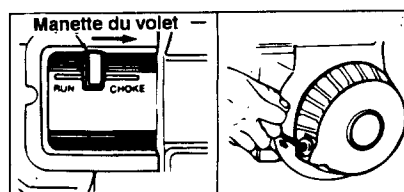

FIGURE 13A-MODÈLE 430
2. Placez la commande de l'obturateur à la position «START» (Démarrage). Voir la figure 13A.